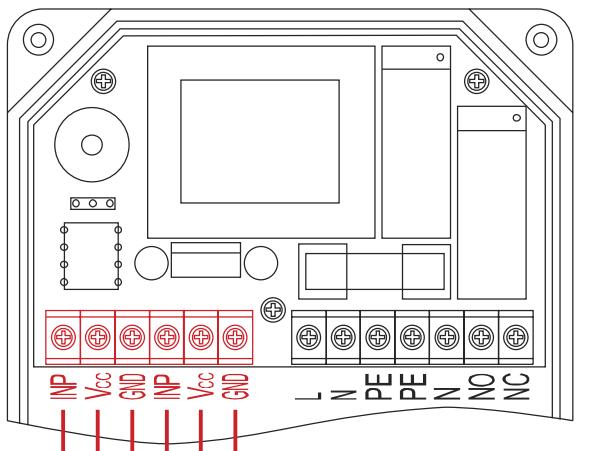

Рисунок 7. Подключение датчиков протечки воды к блоку управления.
- Выполните подключение датчиков протечки воды к блоку управления в соответствии со схемой подключения (рисунок 7).